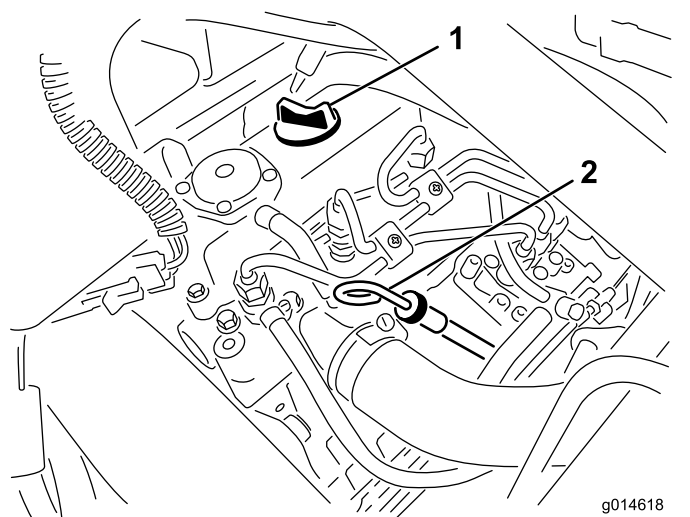

Bild 21
2. Nehmen Sie den Peilstab heraus und wischen Sie ihn mit einem sauberen Lappen ab (Bild 21).